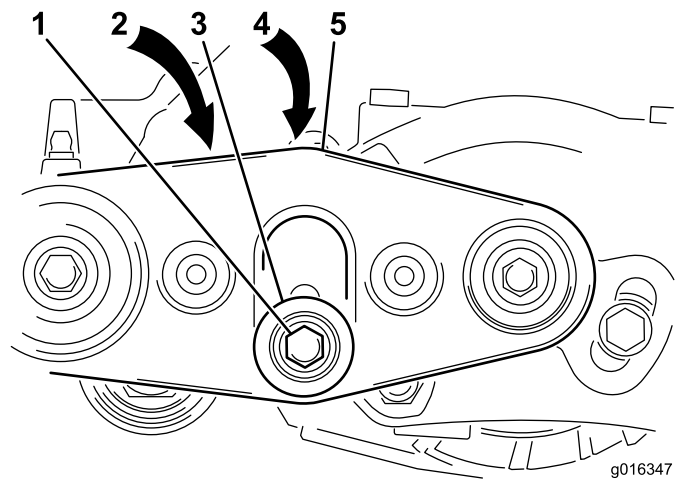

Figura 21
- A. Afloje el perno de cabeza hexagonal y la tuerca que sujetan la polea tensora al soporte derecho del cepillo; ver Figura 21.